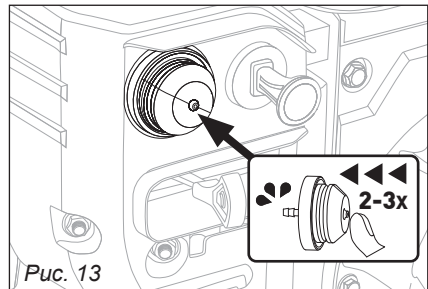

Рис. 13
4. Нажмите праймер два-три раза при холодном двигателе, убедившись, что при нажатии Вы перекрываете отверстие в центре (рис. 13).